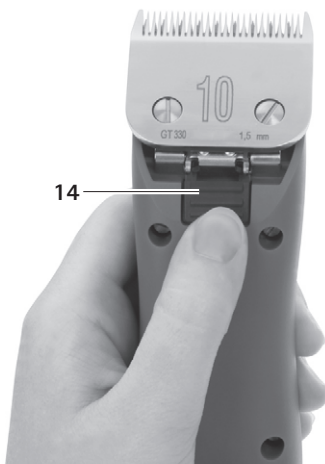

Abb. 3
- Scherkopf-Verriegelung 14 drücken, siehe Abb. 3.